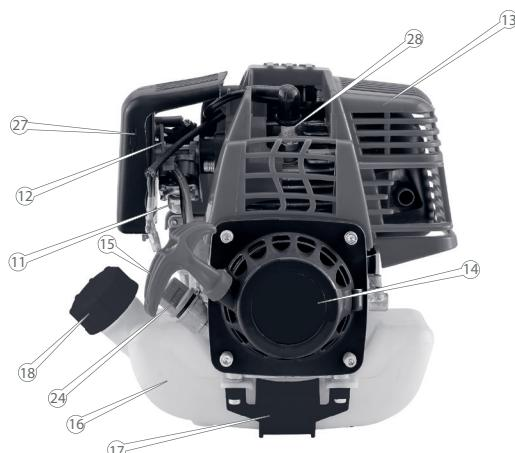

Рисунок 1. Загальний вигляд виробу та опис основних компонентів мотокоси.
1.1 Опис основних компонентів мотокоси ТМ «Vitals», серії «Master», моделі «ВК 3110-4а» наведено нижче (рис. 1).